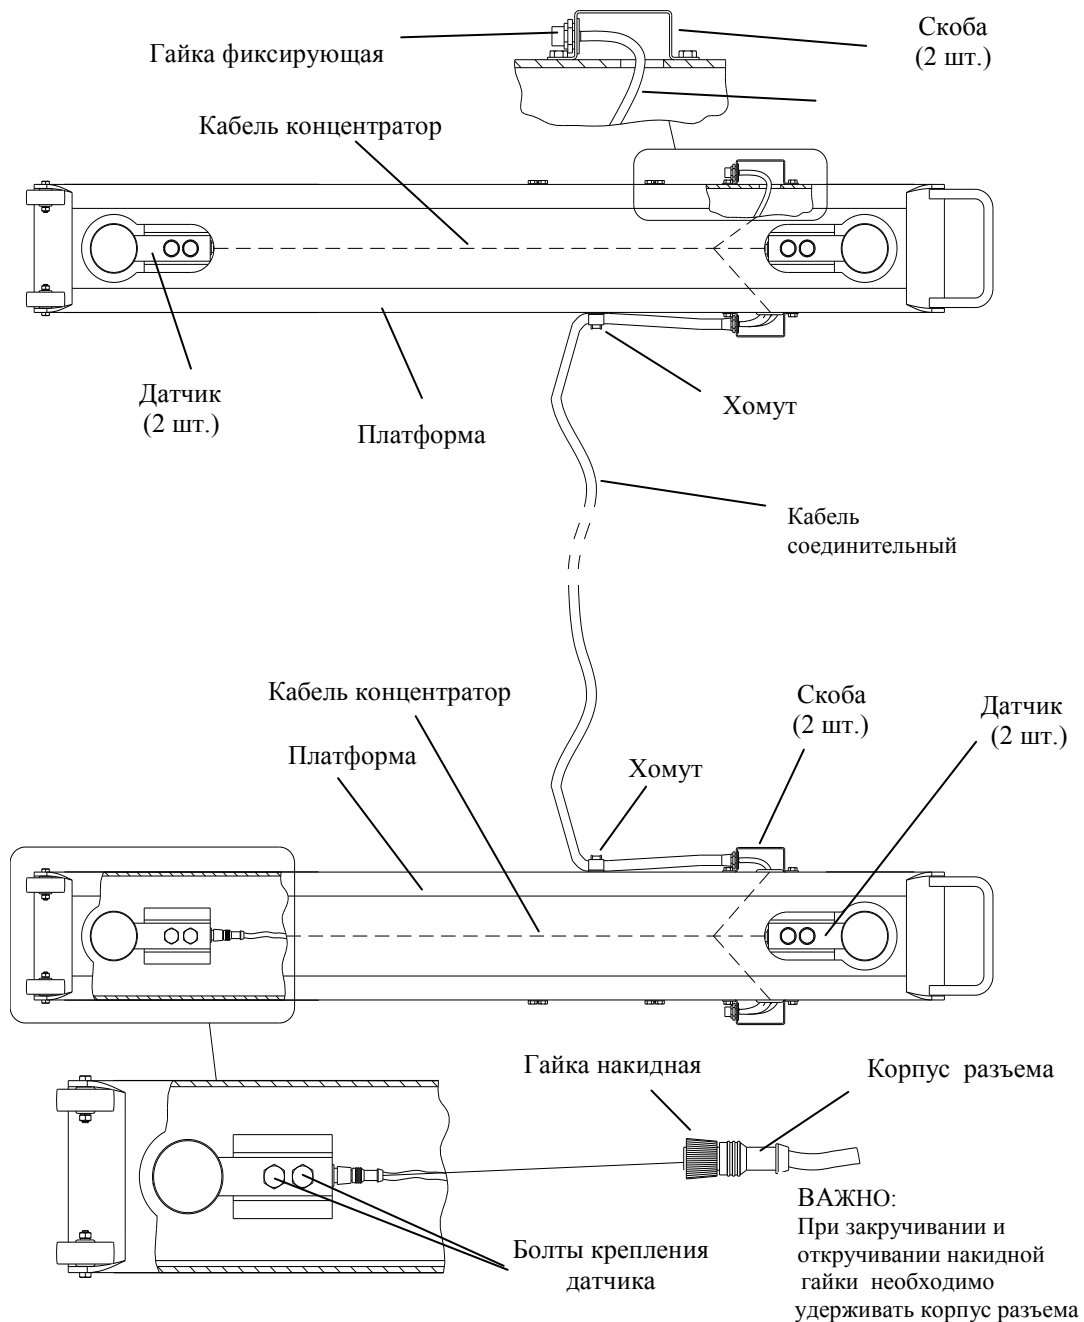

Рис. 10.7 - Модуль 4D-B_
• Отвернуть накидную гайку и отсоединить соединительный кабель (см. Рис. 10.7). Отвинтив хомут крепления кабеля, освободить кабель от модуля.